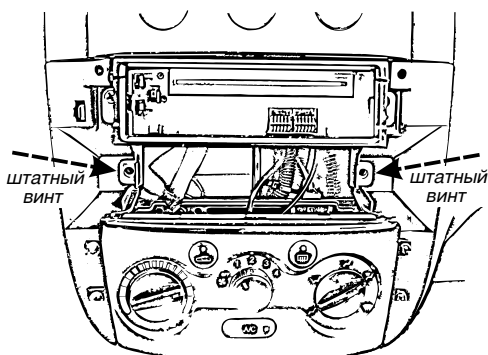

Рис. 2.8
2. Выкрутите штатные винты крепления перчаточного ящика, винты расположены в углублении по бокам от ящика, рис. 2.8.